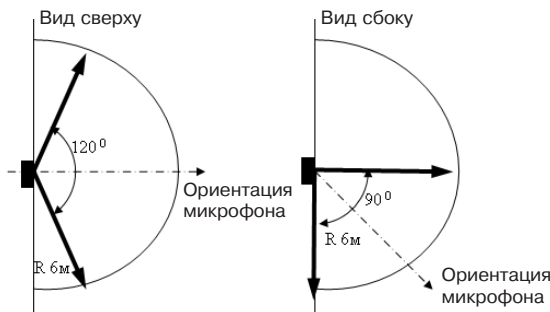

Рисунок 2 – Диаграмма зоны обнаружения АК канала
- при выборе места установки следует принимать во внимание диаграмму направленности извещателя (рис. 2);